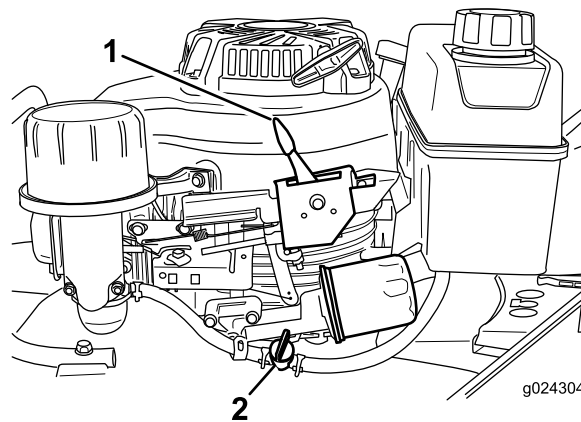

Figura 13
2. Abra la válvula de combustible (Figura 13).
3. Mueva la palanca de control del acelerador (Figura 13) a la posición de Estárter.
Suelte la barra de control de la cuchilla y mueva la palanca de control del acelerador (Figura 13) a la posición de Parada.
Nota: Cierre la válvula de combustible (Figura 13) a menos que vaya a volver a arrancar el motor en breve.